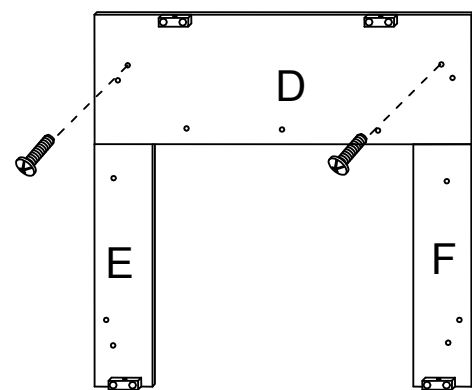

Figura 3
Conecte el Panel Delantero (D) a la derecha & Dejó Paneles de Frente encima de los paneles (E & F) utilizando 2 TORNILLOS de KD (U). Vea Figura 3